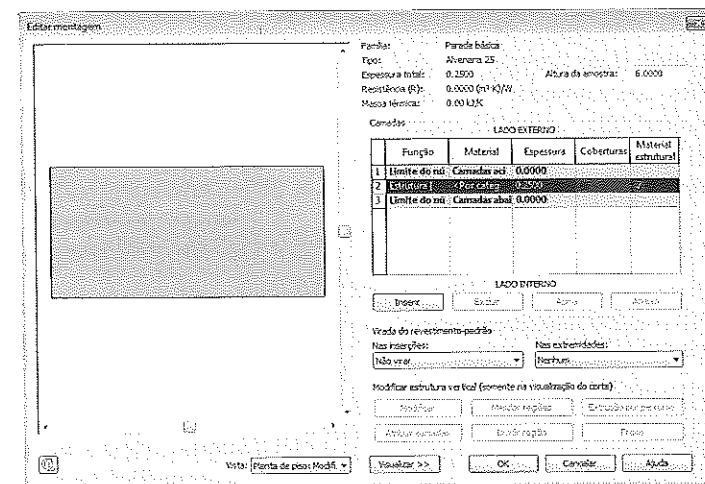

Figura 5.54 – Edição da estrutura da parede.
2. No campo **Estrutura** clique em **Editar** para abrir a janela **Editar montagem**, Figura 5.54.